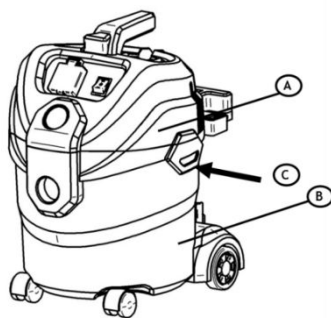

Figura 2.2
4. Consulte la figura 2.2. Separe la cabeza de la aspiradora (A) del depósito (B) tirando suavemente de la parte inferior de los cierres (C) situados en la cabeza.